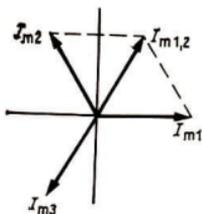

Bild 88
10.5 Die Stromstärke eines Wechselstromes ist eine sich sinusförmig ändernde Größe wie die Elongation bei der mechanischen Schwingung (Bild 88). Die resultierende maximale Stromstärke (aus $I_{m1,2}$ und I_{m3}) ist Null. Das bedeutet: die resultierende Stromstärke ist zu allen Zeiten Null.